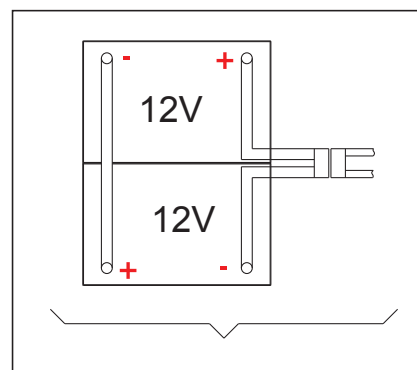

FIGURA 4
Esta máquina requiere de dos (2) baterías de 12V. Pueden utilizarse tanto baterías húmedas como de GEL / AGM. Por favor, conecte como se muestra en la figura 4 a la derecha.
1. Controle las baterías. Asegúrese de que el conector (9) esté conectado a la batería.
2. Presione el interruptor de encendido / apagado (41) a la posición "on". Si la luz verde está encendida, esto indica que las baterías están listas para usar. Si la luz ámbar o la roja está encendida, indica que las baterías necesitan ser cargadas. (Consulte la sección de mantenimiento para los procedimientos relacionados)